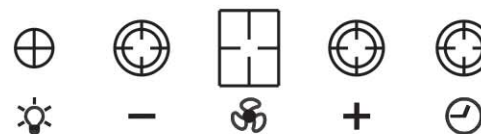

РИС. 11
7.2.2 Электронный переключатель с цифровым индикатором скорости (рис. 11) имеет четыре кнопки управления без фиксации и цифровой индикатор, который показывает скорость вентилятора.